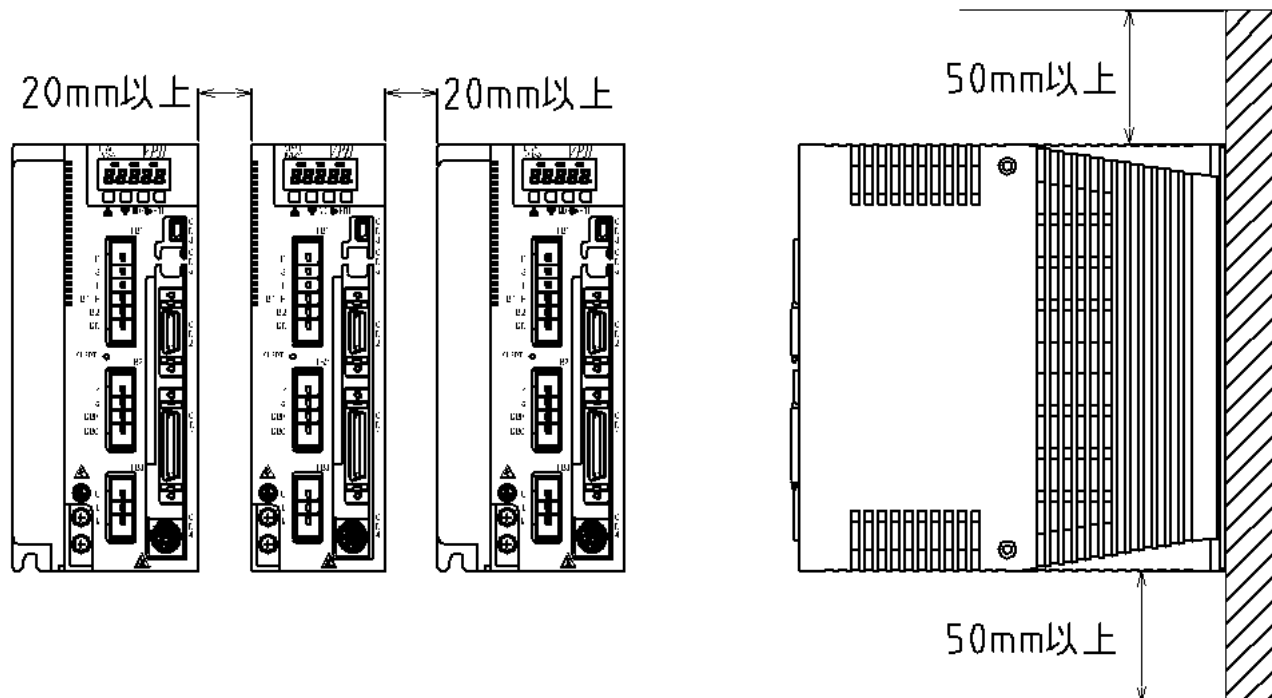

図 1-2 装置の取付けと通気性
- 2) 装置の上下・左右の空間は、放熱性やメンテナンス性の点から、図 1-2 で指定した距離（他の装置や部品および制御盤壁面との間隔）を確保してください。